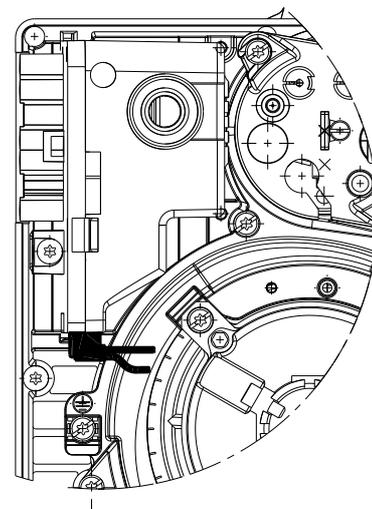

Fig. 21
- Die korrekte Einschaltung der Steckverbinder anhand der Symbole auf der Unterseite der Flammenüberwachungseinrichtung überprüfen: Sich vergewissern, dass die Steckverbinder vollständig eingesteckt sind, indem Sie sie bis zum Anschlag einschieben, jeder in seiner eigenen Position. Alle Steckverbinder müssen mit den Anschlusskabeln zur Innenseite des Brenners gerichtet sein (siehe Fig. 21).